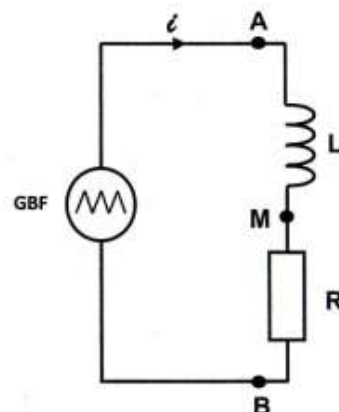
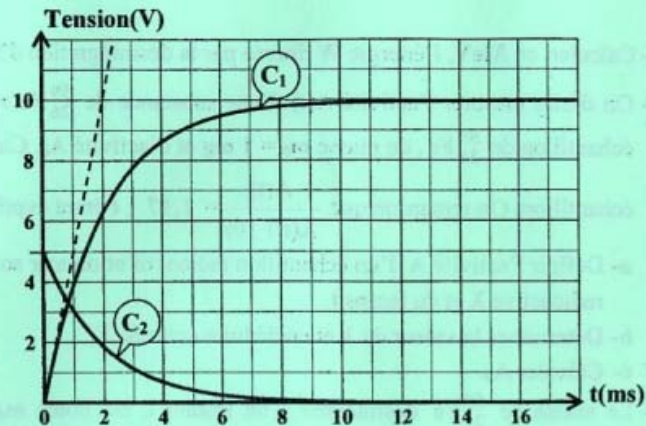

Figure 2
figure 3
2- Pour deux valeurs différentes  $R_1 = 40 \Omega$  et  $R_2$  de  $R$ , on suit les évolutions au cours du temps des tensions instantanées  $u_{R1}(t)$  et  $u_{R2}(t)$  aux bornes du résistor. On obtient les courbes de la figure 2.
b- En exploitant les courbes de la figure 2, montrer que :  $\frac{R_1}{R_2} \cdot \frac{\tau_1}{\tau_2} = \frac{8}{9}$  ; où  $\tau_1$  et  $\tau_2$  sont les constantes de temps correspondant respectivement à  $R_1$  et  $R_2$ .
1- Un générateur basse fréquence (GBF) applique une tension alternative triangulaire aux bornes d'un dipôle  $AB$  constitué d'une bobine d'inductance  $L$  et de résistance négligeable et d'un conducteur ohmique de résistance  $R = 500 \Omega$ , montés tous en série, comme le montre la figure 2. Un oscilloscope, convenablement branché, permet de visualiser, simultanément, la tension  $u_{AM}$  aux bornes de la bobine sur la voie  $Y_1$  et la tension  $u_{BM}$  aux bornes du conducteur ohmique sur la voie  $Y_2$ . Les chronogrammes de la figure 3 de la page 5/6, représentent les tensions observées sur l'écran de l'oscilloscope pour une fréquence  $N$  du GBF.
1-a- Identifier, parmi les chronogrammes  $e_1$  et  $e_2$  de la figure 3 de la page 5/6, celui qui correspond à la tension visualisée sur la voie  $Y_2$ . Justifier la réponse.
A l'instant  $t = 0$ , on ferme l'interrupteur  $K$ . Les courbes donnant l'évolution au cours du temps des tensions électriques  $u_{DA}$  et  $u_{AB}$  sont représentées sur la figure 3.
- b) Pour une valeur  $T_1$  de la période du générateur  $G$  et en faisant les réglages appropriés, on obtient les chronogrammes représentés sur la Figure 3 avec :
En exploitant les chronogrammes de la Figure 3 :